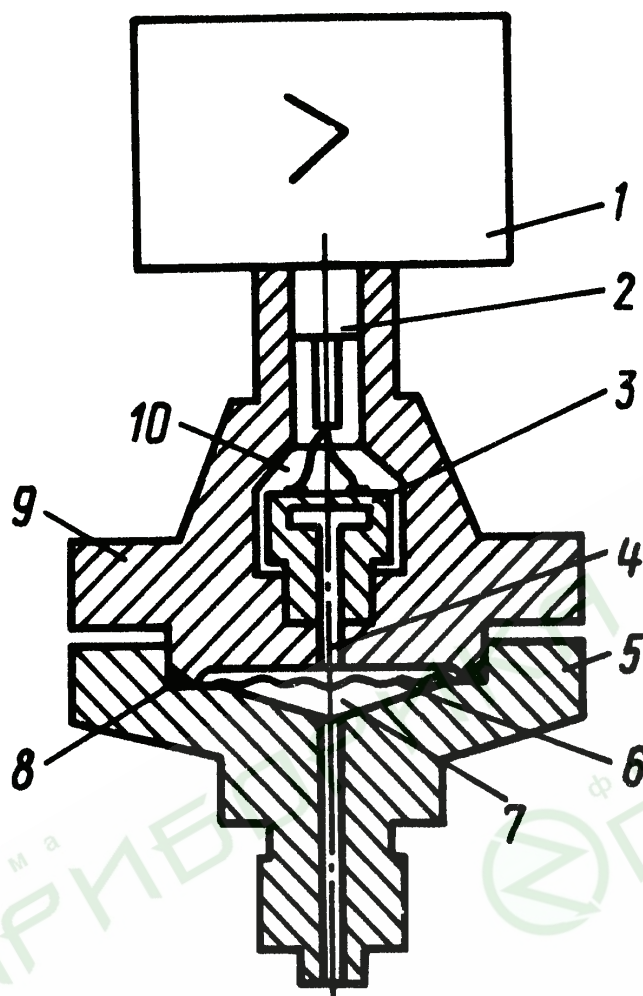

Рис. 1
6.2. Схема преобразователей Сапфир-22М-ДИ моделей 2150, 2160, 2170 и Сапфир-22М-ДИВ модели 2350 представлена на рис. 1.
6.3. Преобразователи Сапфир-22М-ДА моделей 2050 и 2060 отличаются от описанных в п. 6.2 тем, что полость 10 (рис. 1) герметизирована, и сигнал передается в электронное устройство по проводам через гермоввод 2.